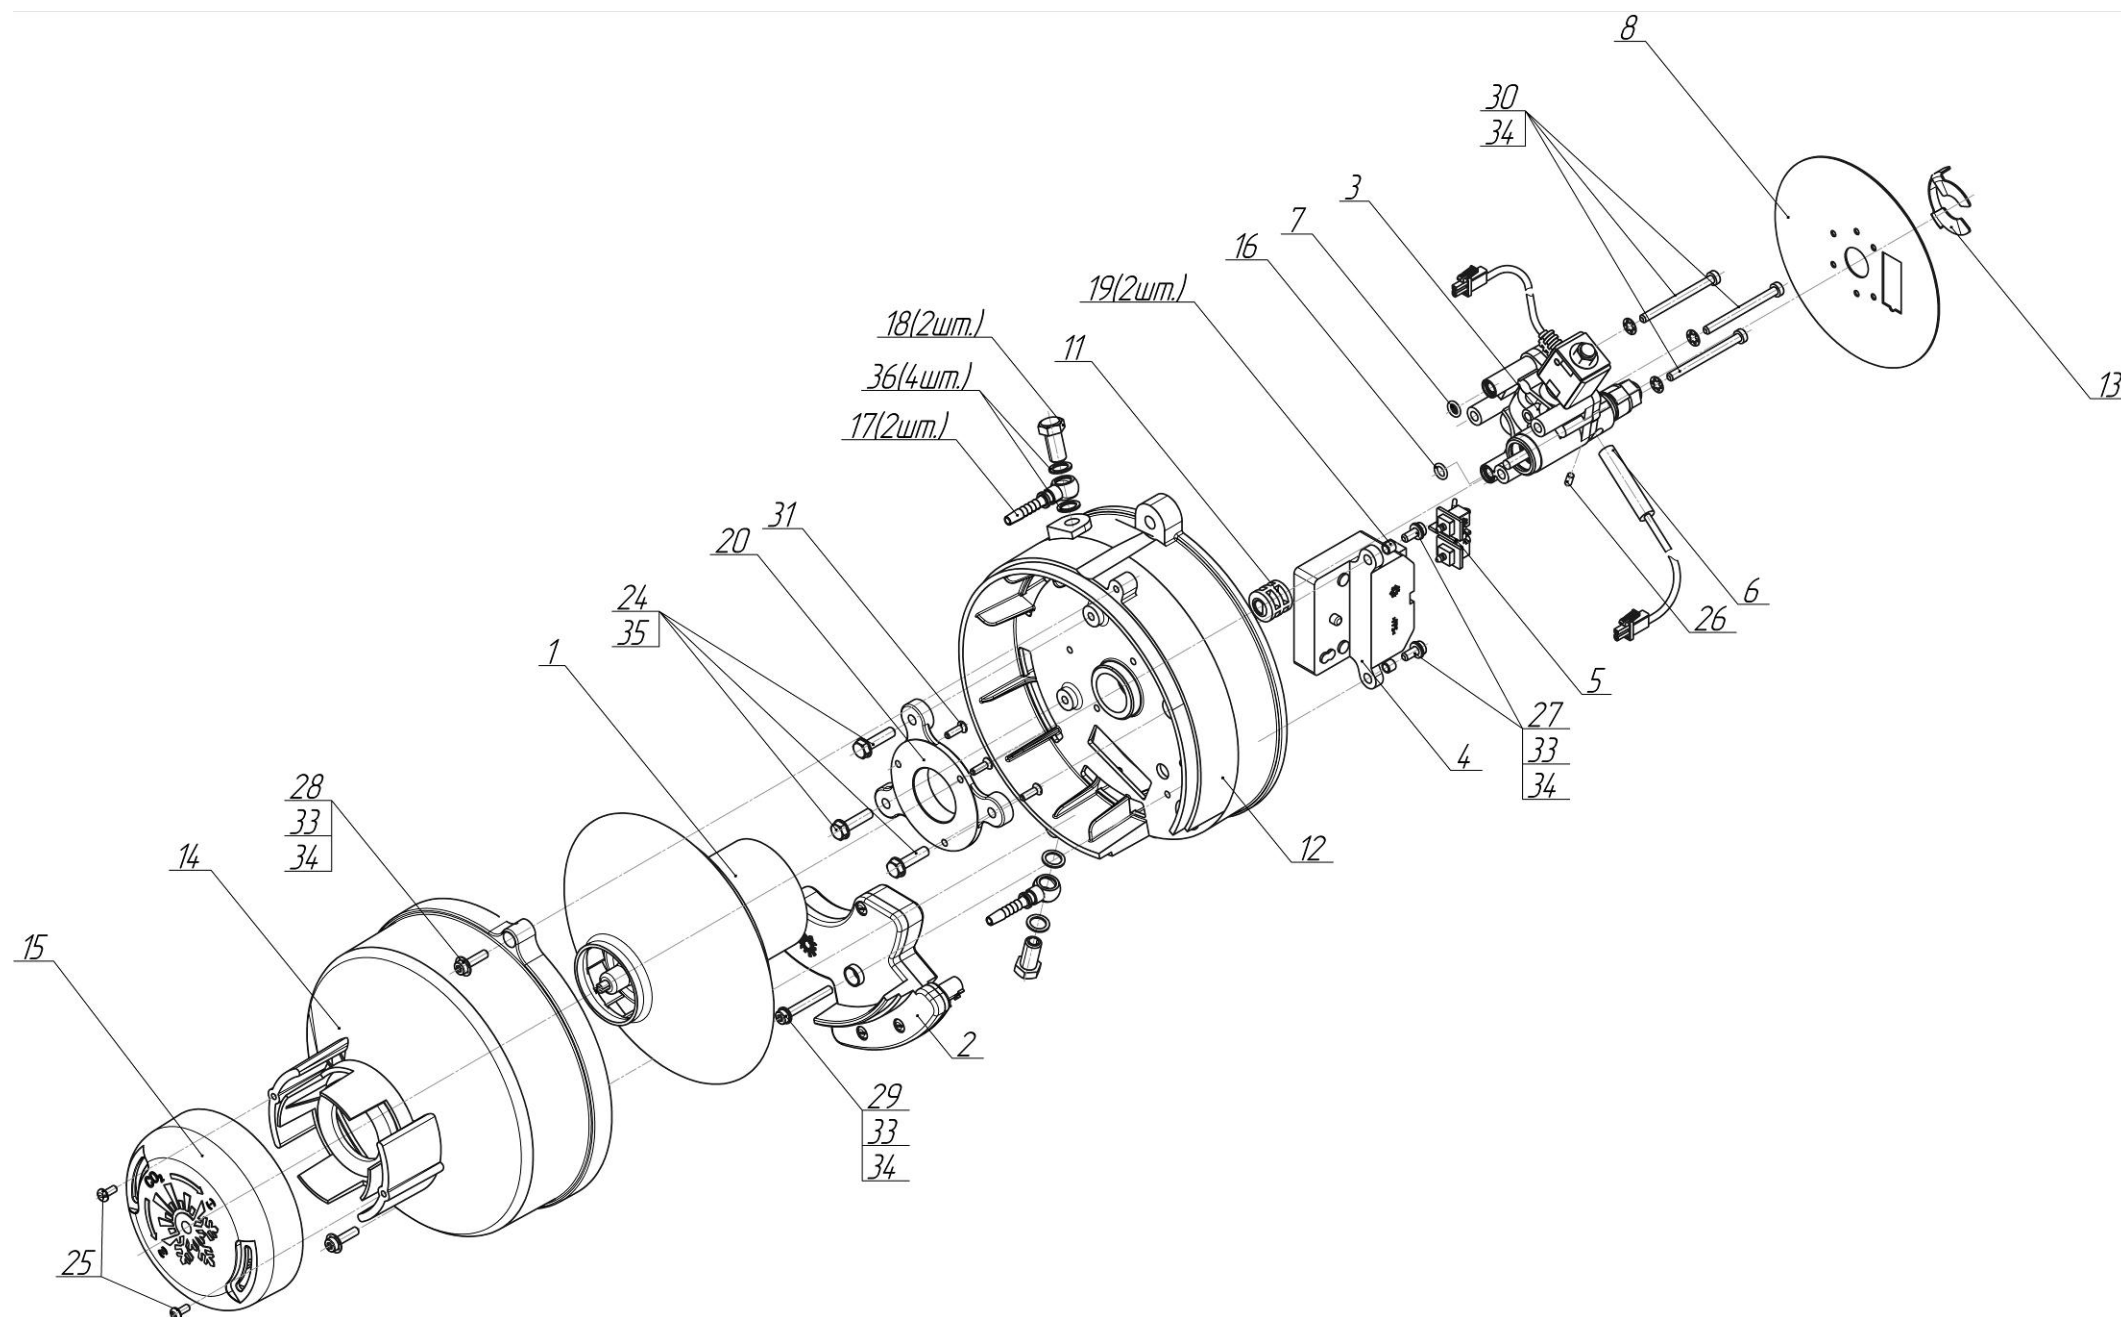

Рис.3- Схема деления горелки
- 3) Состав горелки согласно схеме деления изделия, на составные части представлен на рис.3 и перечню деталей и сборок – таблица 3.